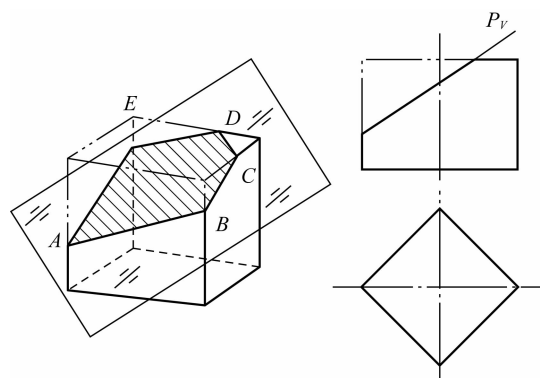

图 1-3-19
1. 如图 1-3-19 所示,一个四棱柱被一个正平面截切,求作截交线。